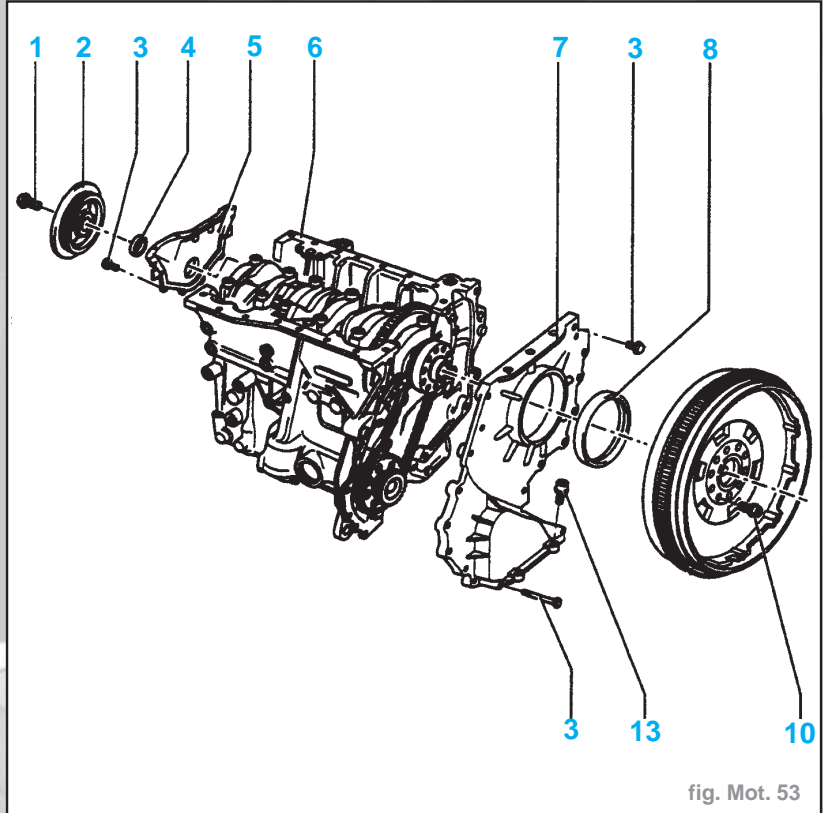

fig. Mot. 53
**FLASQUES D'ÉTANCHÉITÉ ET VOLANT-MOTEUR BIMASSE/DISQUE D'ENTRAÎNEMENT : DÉPOSE ET REPOSE (fig. Mot. 53)**